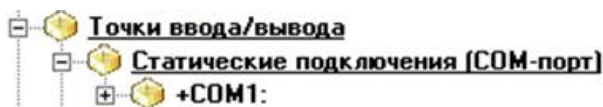

Рис. 4.23
- 2) подключение по последовательному порту (COM-порту). Имя создаваемого подпункта: «+COM<номер COM-порта>:» (без кавычек). Например, «+COM1:». В этом случае служба обмена для передачи данных попытается открыть COM-порт с номером 1 (рис. 4.23).